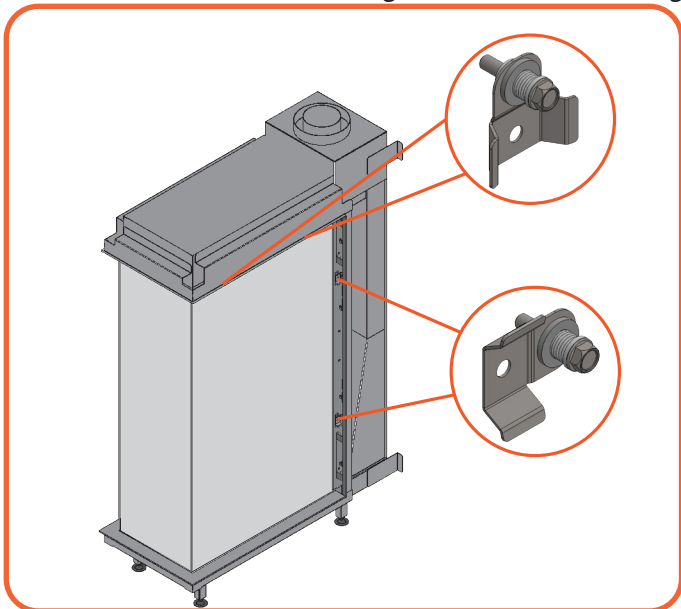

Abb. 9.6 Öffnen der Glasklemmen
- Öffnen sie die Glasklemmen an der Seite des Scheibe. (siehe **Abbildung 9.6**). Das sind zwei Klemmen pro Seite bei dem L und M Modellen, und 1 Klemme beim S Modelle.